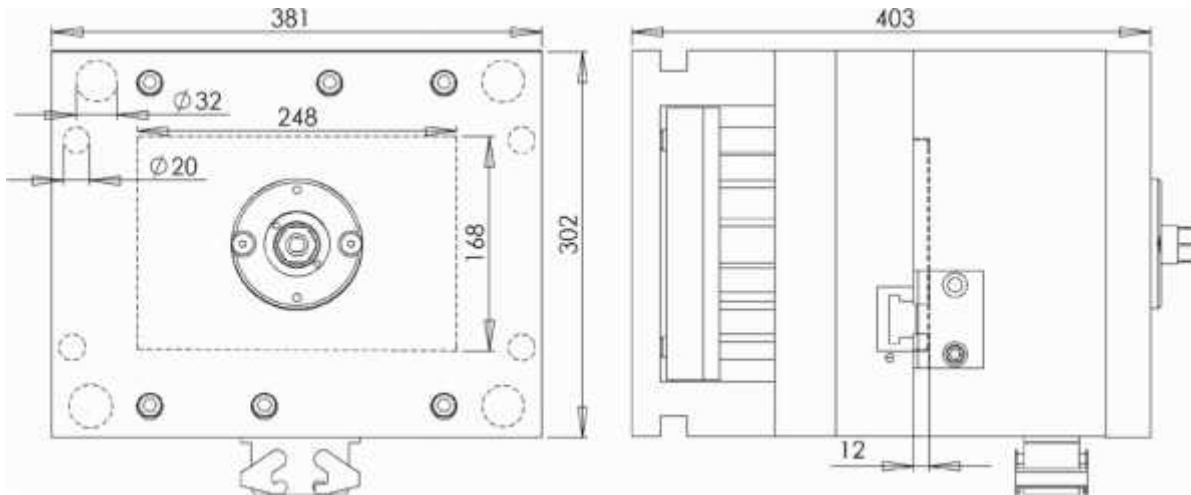

Fig. Q. 1 (d)
- (d) Fig. Q. 1(d) shows bezel mold dimensions for compressive stress analysis. The young's modulus for the material of the mold is 205 GPa.